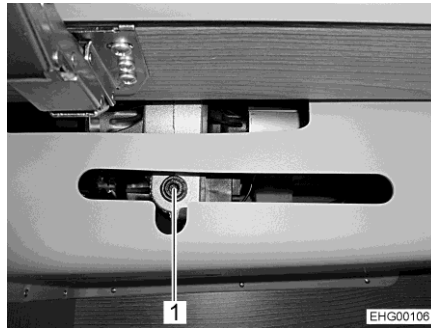
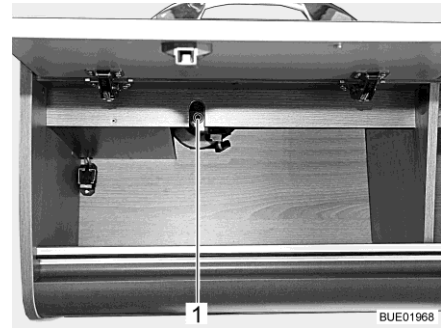
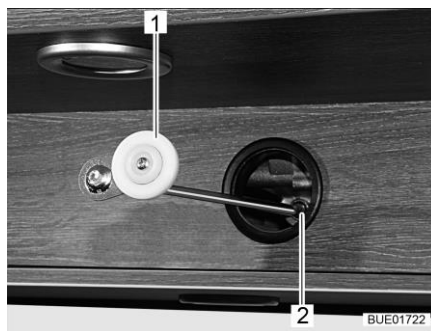

Fig. 142 Accès à l'entraînement
Fig. 143 Accès à l'entraînement
Fig. 144 Commande mécanique,
- Si la fixation (Fig. 142,1 ou Fig. 143,1) de l'entraînement est montée dans le meuble haut, ouvrir cette dernière.
- Insérer la manivelle (Fig. 144,1) ou la clé mâle coudée pour vis à six pans creux dans la réception sur le moteur (Fig. 142,1 ou Fig. 143,1 et Fig. 144,2).